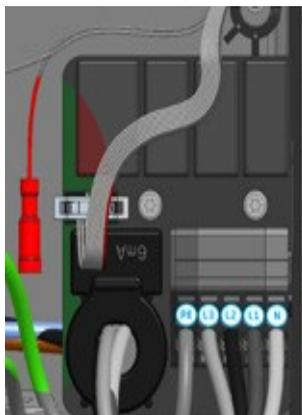

Figura 8b: Morsetti di collegamento alimentazione e connessione Control Pilot (CP) per il cavo di carica (rosso) per Pro-line
10. Collegare il cavo di collegamento rosso al connettore Control Pilot (CP). Il cavo di alimentazione si trova accanto al morsetto di collegamento. Verde la Figura 8b (linea Pro).